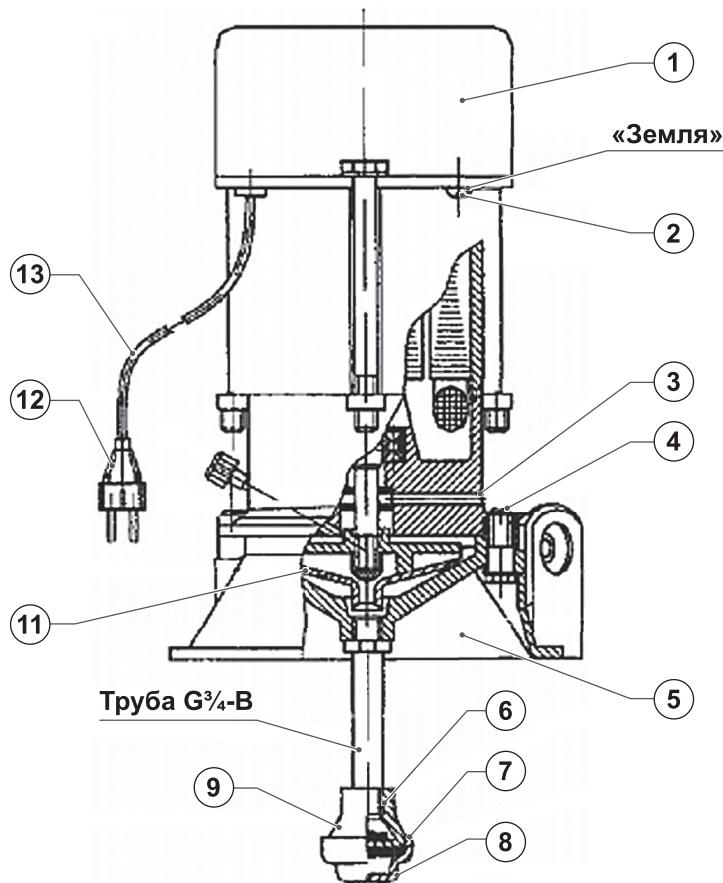

Рис. 4
Электронасос (*рис. 4*) состоит из электродвигателя **2**, вентилятора **11**, прикрепленного к валу электронасоса. Сверху электродвигатель закрыт колпаком **1**, под которым расположен конденсатор и реле тепловое токовое. Разъем корпуса с фланцем уплотняется прокладкой **4**. Корпус **5** служит для крепления электронасоса на месте эксплуатации. Винт **14** служит для стравливания воздуха из системы при заливке электронасоса. Приемный клапан **9** состоит из корпуса **6**, фильтра **8**, резиновой прокладки **7**.
Конструкция электронасоса может незначительно отличаться от изображенной на *рис. 4*, что связано с дальнейшим техническим усовершенствованием электронасоса.
• Электронасос снабжен трехжильным шнуром **13** с армированной вилкой **12** (рис. 4) и розеткой. Розетку устанавливайте под навесом на деревянный щит, при этом, под заземляющий контакт розетки подведите «нулевой» провод.
Запрещена работа электронасоса без заливки, так как в этом случае могут выйти из строя манжеты **15** (рис. 4).
Во всех случаях при появлении воды из отверстия **3** (рис. 4) следует немедленно прекратить работу электронасоса и заменить манжеты **13**.
Подсос воздуха в месте соединения корпуса электронасоса со всасывающим трубопроводом, всасывающего трубопровода с клапаном (рис. 4).	Указанные соединения проверить и уплотнить.
Засорился фильтр 8 (рис. 4) или резиновая прокладка 7 прилипла к основанию фильтра.	Снять фильтр, прочистить его от грязи и освободить от прилипания резиновую прокладку.
Заклинило вентилятор (попадание инородных предметов между вентилятором и корпусом)	Немедленно отключить электронасос от сети, размонтировать установку. Через отверстие в корпусе 5, (рис. 4) отверткой проверить вентилятор. При наличии грязи — прочистить.